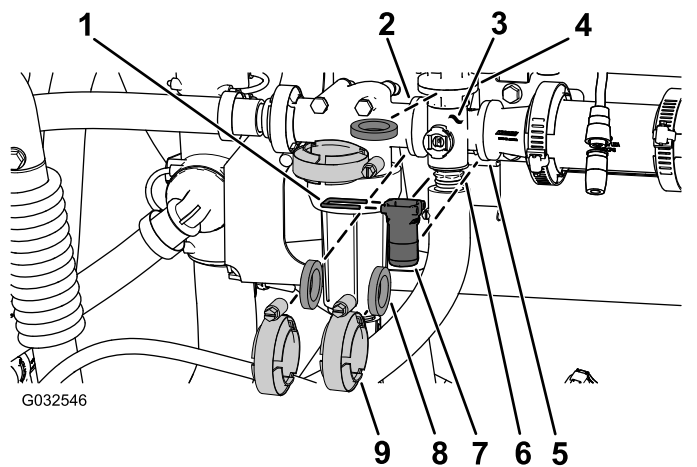

図 97
1. **図 97**のように、攪拌バルブののマニホールドを攪拌バイパスバルブ、圧力フィルタヘッド、縮径カップリング、アダプタフィッティング攪拌スロットルバルブに固定しているクランプとガスケットとクイックコネクピンを外す。